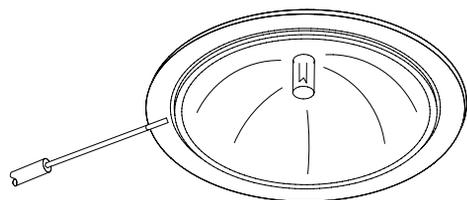

fig. 18
**N'enlevez pas** tout le dispositif (douille) car sa réinstallation est très difficile. Soulevez doucement l'ampoule à l'aide d'un outil souple, comme un cure-dents. Les outils en acier peuvent rayer la surface (voir fig. 18).